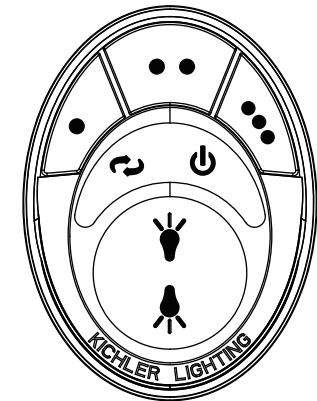

Fig. 32
Étape 5. Les boutons contrôlent la vitesse et la lumière du ventilateur comme suit : (Fig. 32)